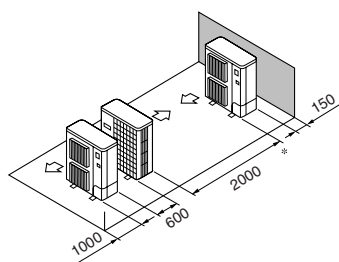

Fig. 2-12
- ⑤ Opstelling met één parallel apparaat (Fig. 2-12)